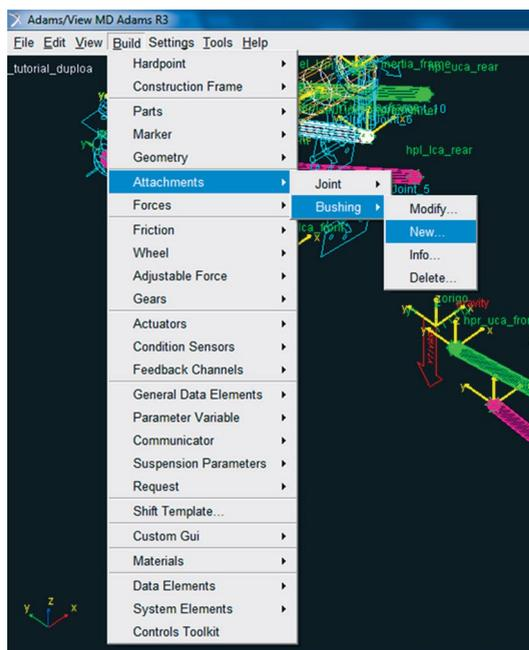

Figura 5.135 – Janela correspondente ao menu de criação da bucha “*bkl_Bushing1*”.
- Para criar a primeira bucha, a qual estará localizada na mesma coordenada que o *Hardpoint* “*hpl_lca_front*”, acesse o menu *Build* → *Attachments* → *Bushing* → *New* (Figura 5.135).